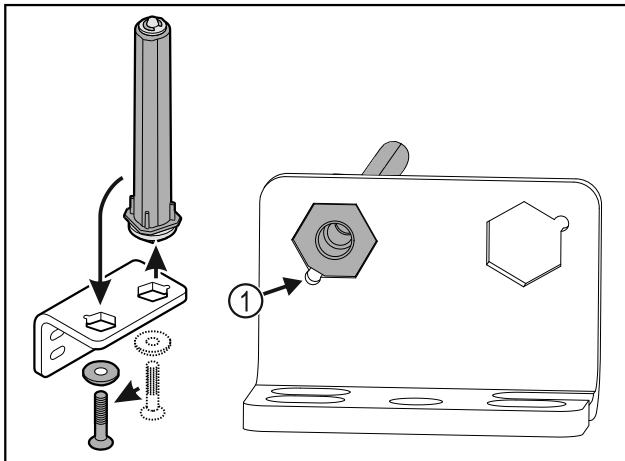

Fig. 33
- ▶ Pass på at den skrå kanten på boltene Fig. 33 (1) peker mot det runde hullet under innsettingen.